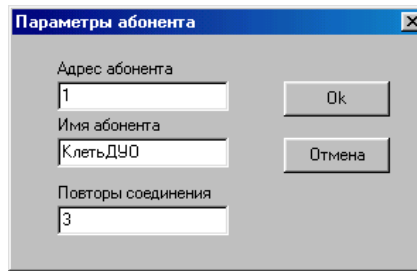

Рис. 4.7. Меню параметров абонента
4.2.8 Параметры абонента доступны при нажатии кнопки «Свойства выделенного объекта» и выделенном объекте типа «Абонент». Как указано в разделе 4.2.4, количество параметров абонента равно трем. Меню их настройки представлено на рис. 4.7.